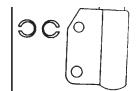

Fig. 3
- 5.) Avant d'installer le « Magna-Cam », alignez la ligne de référence de la tête du boulon et de la rondelle « à plusieurs épaisseurs » avec la fente du manchon en nylon (voir la figure n° 4). Il est important que les trois (3) pièces soient alignées pour effectuer une installation réussie. REMARQUE : La fente sur le manchon en nylon (et les lignes de références correspondantes de la tête du boulon et de la rondelle « à plusieurs épaisseurs » doivent faire face à l'extérieur pour augmenter l'inclinaison et à l'intérieur pour la diminuer (voir la figure 3). Il est important que la fente sur le manchon en nylon soit aussi rapprochée que possible de la position trois heures (3 h.) (diminution) ou neuf heures (9 h.) (augmentation) de façon à obtenir la plage maximale d'ajustement de 1_°.
- 7.) Installez deux (2) rondelles plates et un écrou autobloquant. Serrez à la main seulement. (Des rondelles peuvent être nécessaires comme pièces d'écartement pour empêcher l'écrou autobloquant d'entrer en contact avec les têtes de boulons.)
NOTE: The slot on the nylon sleeve and corresponding reference lines on the bolt head and "stepped" washer should face outward to increase camber and inward to decrease camber. (See Figure 3. It is important that the nylon sleeve is as close as possible to the three o'clock (3:00) position (decrease) or nine o'clock (9:00) position (increase) in order to get maximum 1 1/4° adjustment range.)